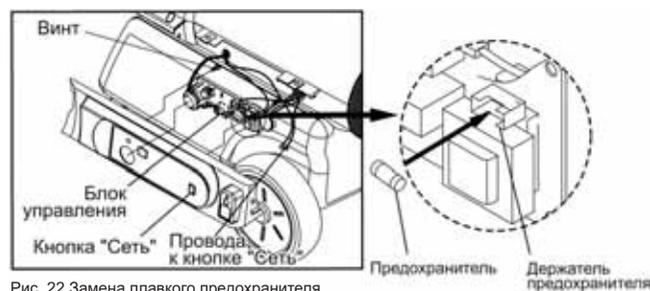

Рис. 22 Замена плавкого предохранителя
2. Плавкий предохранитель находится в блоке управления, как показано на рис. 22.